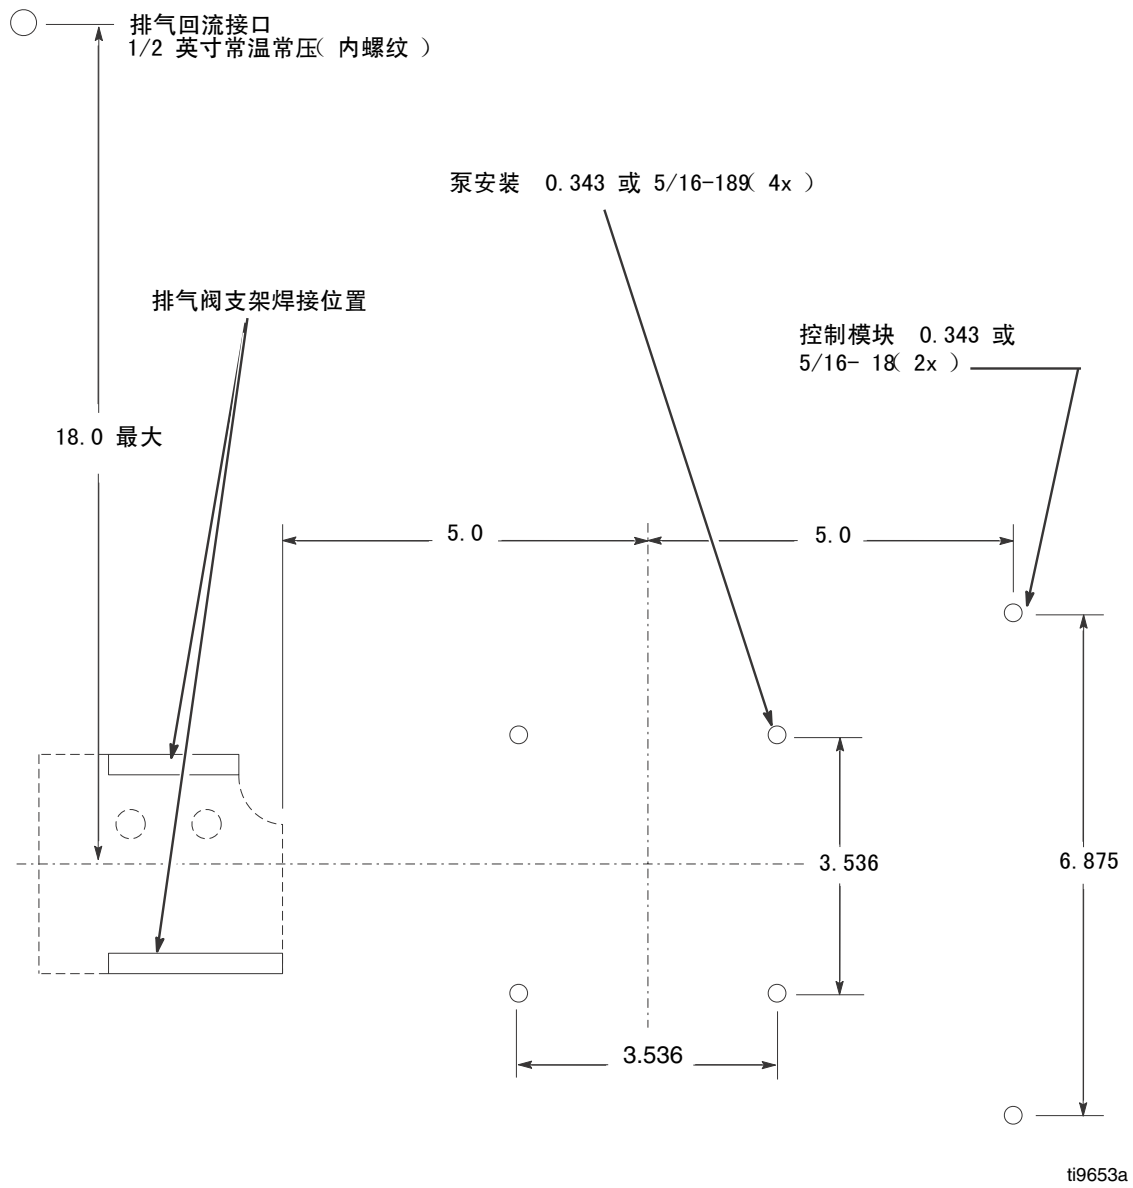

图 7
1. 按建议的排气阀安装进行配置，将支架（图 7，第 10 页）焊接到位。如有需要，可油漆支架。